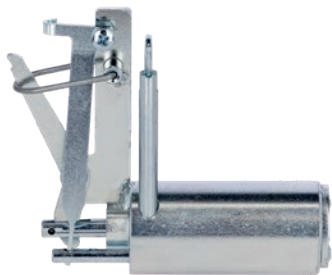

Fig. 4
1. Appuyez sur le levier d'armement (Fig. 3, Point 2) avec le pouce dans le sens de tir, rabattre l'anneau de sécurité (Fig. 3, Point 3) en arrière par-dessus le levier d'armement (voir Fig. 4). Posez et manipulez l'appareil exclusivement dans cet état !